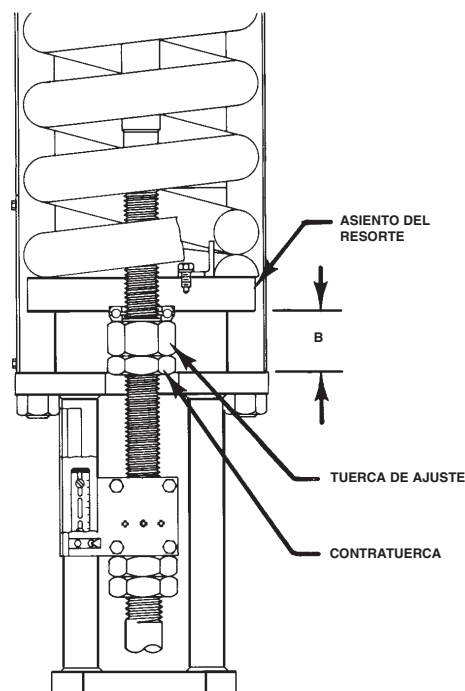

Figura 3. Dimensión B para el ajuste del resorte
2. Medir la dimensión B como indica la figura 3. Recortar la longitud de los separadores como sigue: